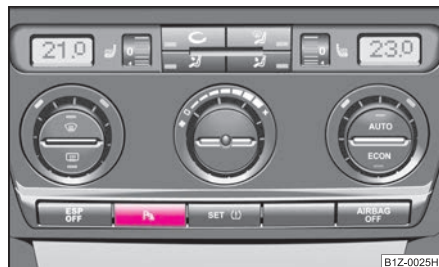

Fig. 136 Activarea sistemului de asistare la parcare
Sistemul de asistare la parcare se activează, când contactul motor este pus, la selecția **treptei de marșarier** sau la apăsarea tastei → fig. 136 - în tastă se aprinde simbolul P. Activarea va fi confirmată prin emiterea unui ton scurt.
- Dacă după activarea sistemului se emite cca. 3 secunde un semnal sonor, iar în jurul autovehiculului nu se găsește nici un obstacol, înseamnă că există o defecțiune în sistem. Defecțiunea este semnalizată și prin clipirea simbolului **P** din tasta **⇒ pagina 121, fig. 136**. Defectul trebuie remediat de către o unitate autorizată.